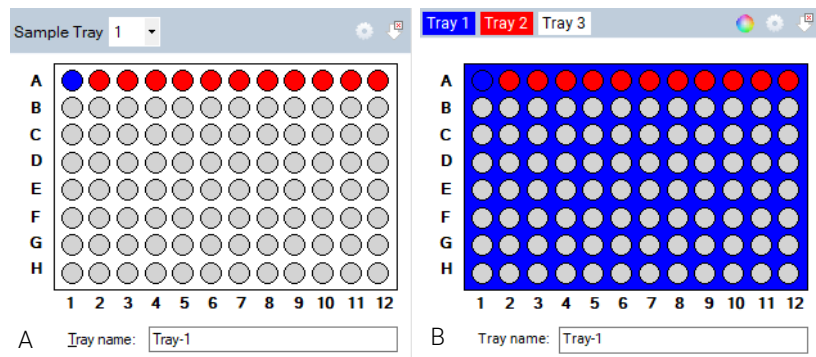

Abbildung 34 Klassische Dropdown-Trayauswahl (links) und farbige Tray-Registerkarten zur Auswahl (rechts).
Wählen Sie das zu verwendende Probentray entweder aus der Dropdown-Liste **Sample Tray** (Probentray) oder aus den farbigen Tray-Registerkarten aus, je nachdem, welche Konfiguration eingestellt ist (**Abbildung 34**).
Die Konfiguration kann durch Auswahl des Symbols  oben rechts in dem in **Abbildung 34** dargestellten Fenster vorgenommen werden.
- 2 Wählen Sie zwischen der Proben-Tray-Dropdown-Liste oder aus den farbigen Tray-Registerkarten (**Abbildung 34**).
- 4 Zur Auswahl einer Reihe der im Proben-/Proben-Tray-Fenster dargestellten 96-Wellplate klicken Sie einmal mit der linken Maustaste in diese Reihe (**Abbildung 34**). Um eine neue Reihe auszuwählen, klicken Sie mit der linken Maustaste auf eine andere Reihe.
- 5 Zum Löschen einer Reihenauswahl wählen Sie  (**Abbildung 34**).
Im Dialogfeld **Tray name** (Trayname) können Sie einen Namen für das gerade analysierte Tray eingeben (**Abbildung 34**). Alternativ können Sie dieses Dialogfeld auswählen und mit einem Barcode-Scanner Probenamen für die zu analysierende Platte importieren (weitere Informationen finden Sie in **Kapitel 11**, „Fragment Analyzer – Probenname-Eingabe“).